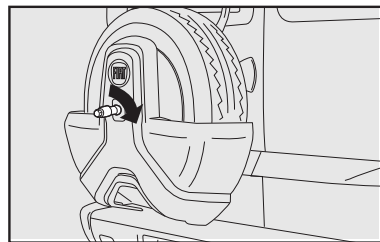

fig. 18
4) Fechar o suporte e recolocar o mecanismo antifurto da roda sobressalente, girando-o conforme a seta **fig. 18**.